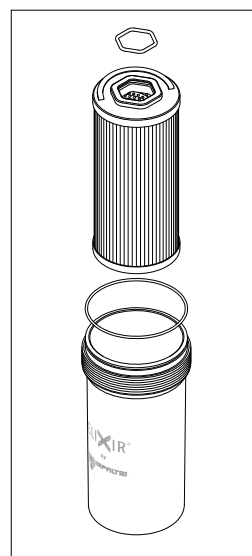

fig. 12
- (Fig. 12) Alloggiare l'O-ring nella gola del contenitore, inserire l'Esa-ring nel cerchietto dell'elemento filtrante